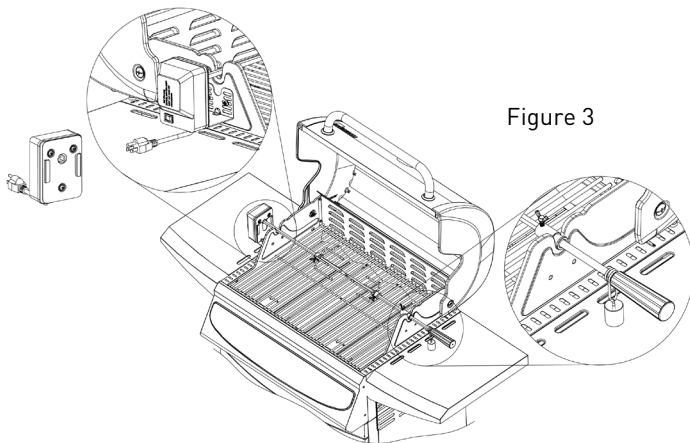

Figure 3
3. Fixez le support du moteur sur le côté du châssis du grill (Fig. 2). La broche doit passer droit à travers le support de broche tournante. Pour déterminer la hauteur correcte de montage, insérez le moteur avec la broche enclenchée dans le support moteur et maintenez l'ensemble contre le châssis du grill avant de visser les vis dans le châssis (Fig. 3).